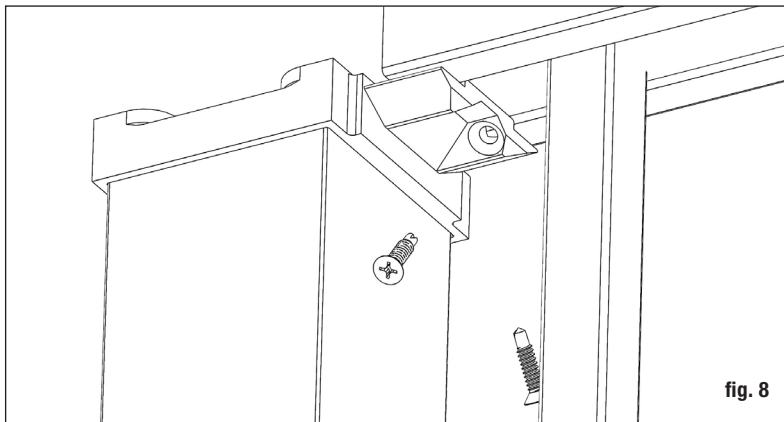
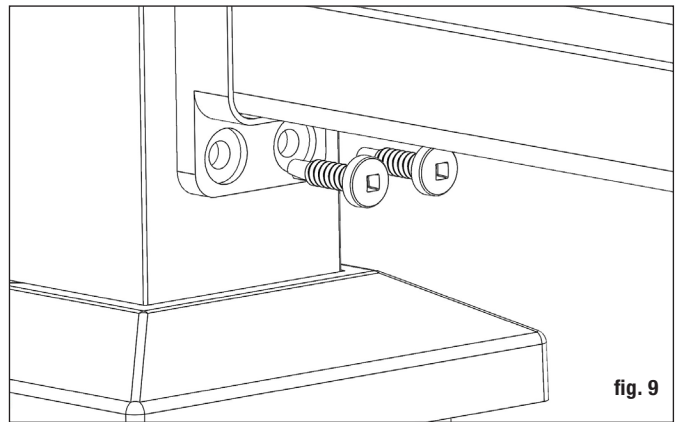

fig. 8
fig. 9
Étape 7 Positionnez le rail entre les poteaux. Vérifiez le niveau de bout en bout et verticalement. Pré-percez le rail à l'aide d'un foret de 7/64 po. Fixez les supports au poteau à une extrémité. Répétez pour l'autre extrémité. *Remarque: Utilisez une mèche d'extension d'entraînement pour éviter d'abîmer le rail avec le mandrin de perçage* (fig. 8 et fig. 9).